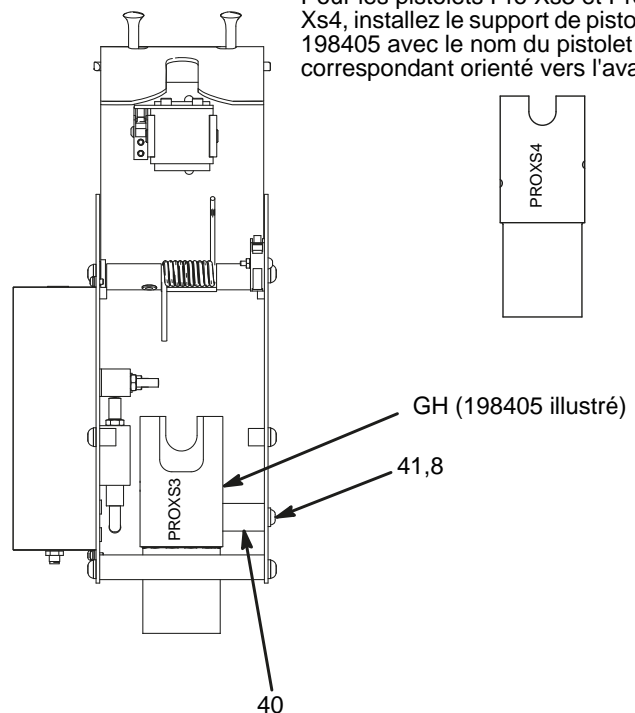
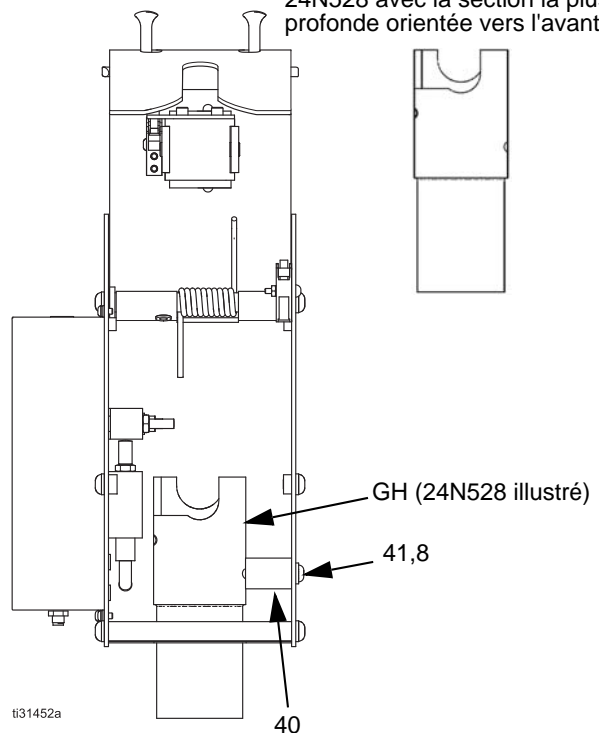

FIG. 4 : installation du support de pistolet (pistolets Pro Xs3 et Xs4)
FIG. 5 : installation du support de pistolet (pistolet Pro Xp 60kV)
2. Ôtez les deux vis et les rondelles (41, 8) en maintenant le support de fixation (40) à droite de la boîte de rinçage de pistolet. Reportez-vous à la FIG. 4 ou à la FIG. 5.
3. Installez le support de pistolet (SP), en alignant ses orifices de fixation avec les orifices du support de fixation (40) et le côté de la boîte de rinçage de pistolet. Fixez à l'aide des vis et des rondelles (41, 8).